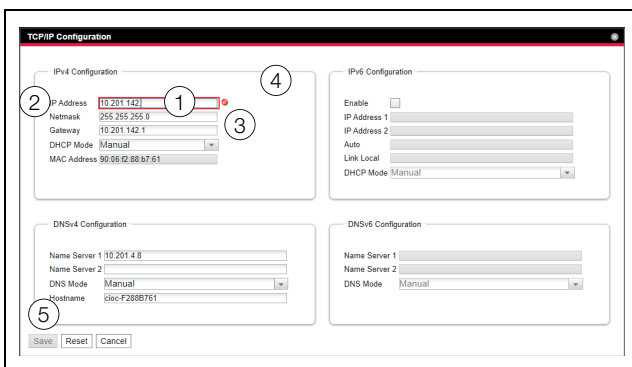

Abb. 132: Anzeige einer fehlerhaften Eingabe
- Hinter dem fehlerhaften Eintrag (Abb. 132, Pos. 2) im Feld **Netmask** (Abb. 132, Pos. 1) erscheint ein rotes „Verbotssymbol“ (Abb. 132, Pos. 3).
- Wenn Sie den Mauszeiger über das Verbotssymbol setzen, erscheint ein Hinweis mit Zusatzinformationen zum Fehler (Abb. 132, Pos. 4).
- Die Schaltfläche **Save** ist deaktiviert (Abb. 132, Pos. 5), so dass die aktuell hinterlegten Werte so nicht abgespeichert werden können.